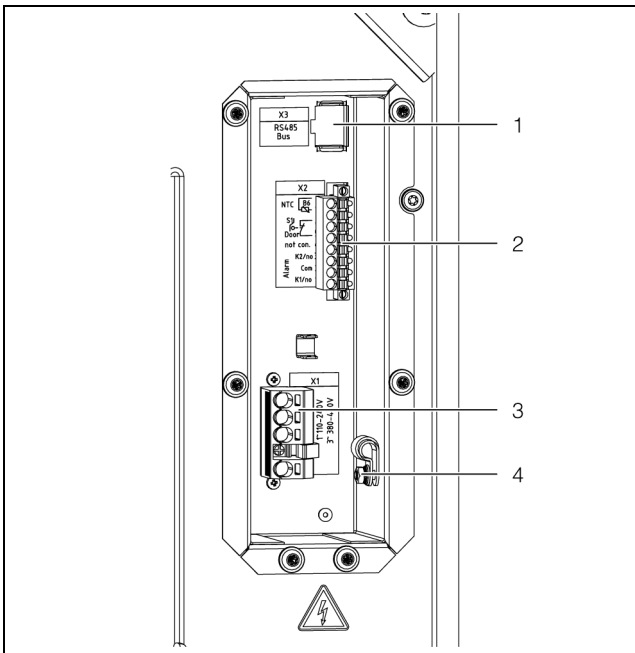

Fig. 34: Ports et connecteurs à l'arrière
- Au sein du connecteur, le blindage du câble peut être mis en contact avec la borne de mise à la masse du coffret (fig. 34, pos. 4).